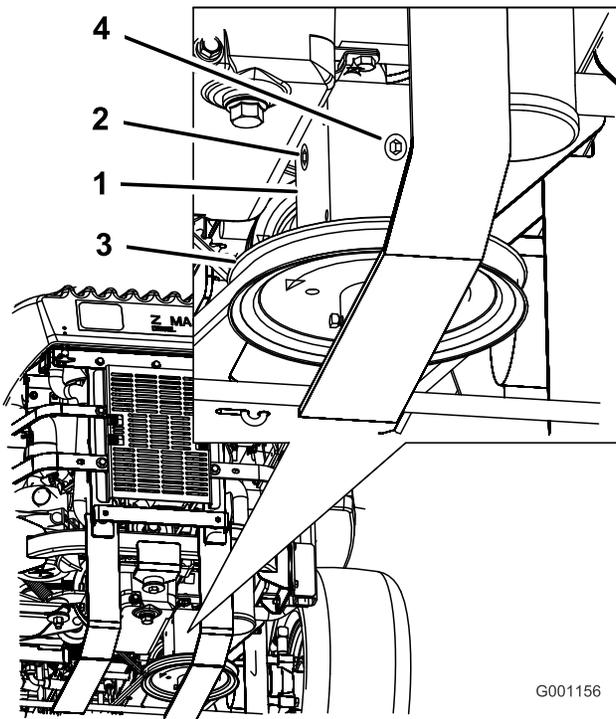

Bild 76
3. Nehmen Sie die Prüfschraube an der Seite oder hinten am Getriebe ab (**Bild 76**).